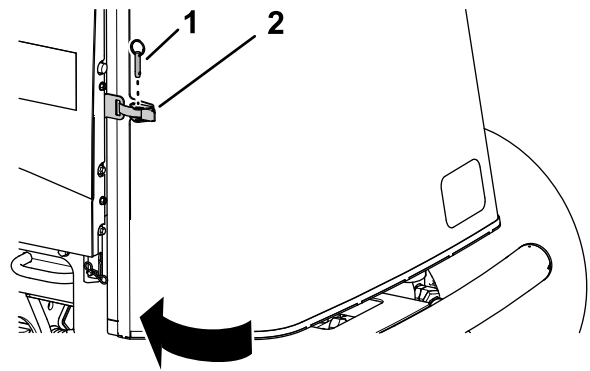

Figura 99
1. Cierre y enganche la rejilla (Figura 99).